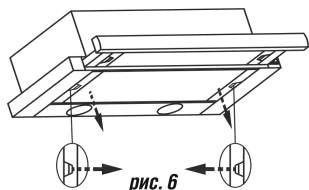

рис. 6
- снимите алюминиевый фильтр, для этого нажмите на пружинный замок на фильтре и потяните его вниз и на себя (рис. 6);
- 8.3 Для очистки алюминиевого фильтра извлеките его из вытяжки (рис. 6) и произведите его очистку с помощью щетки водным раствором нейтрального моющего средства вручную или в посудомоечной машине (при 60°C). Сильно загрязненный фильтр не следует мыть в посудомоечной машине. Старайтесь не гнуть фильтр при мойке. Возможное изменение цвета фильтра, с течением времени, не приводит к снижению эффективности его действия.